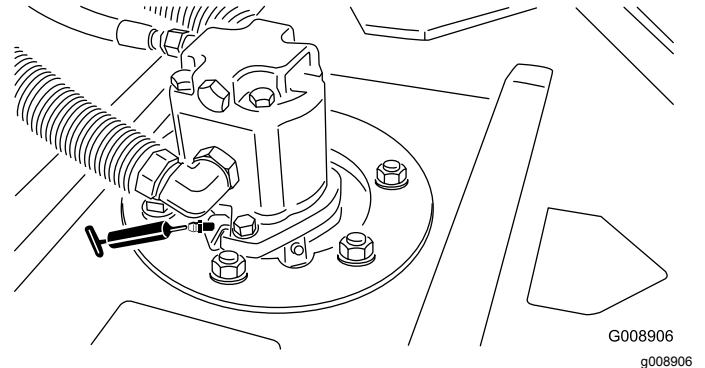

Figura 38
- Cojinetes de los ejes de las unidades de corte (2 por unidad de corte) (Figura 38)